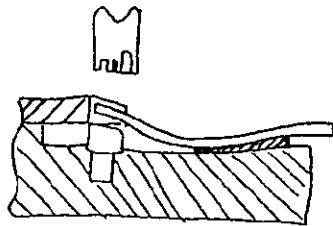
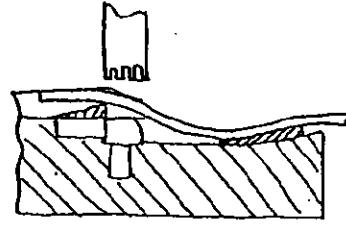

Fig.8-1
Fig.8-2
- 4) ワイヤをセットします。一本ずつ両面テープに押しつける様に止めます。909190-1はFig.8-1の様に、909190-2はFig.8-2の様にセットして下さい。
- 4)Set wires into grooves of the wire cut comb and fix them on the adhesive tape. Set wires as Fig.8-1 for 909190-1, Fig.8-2 for 909190-2.